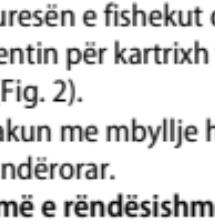

Fig. 2
b) Ngrini siguresën e fishekut dhe futeni kartrixin me formë "V" në bazamentin për kartrixh të kthyer përbys. Ulni siguresën e kartrixhit (Fig. 2).